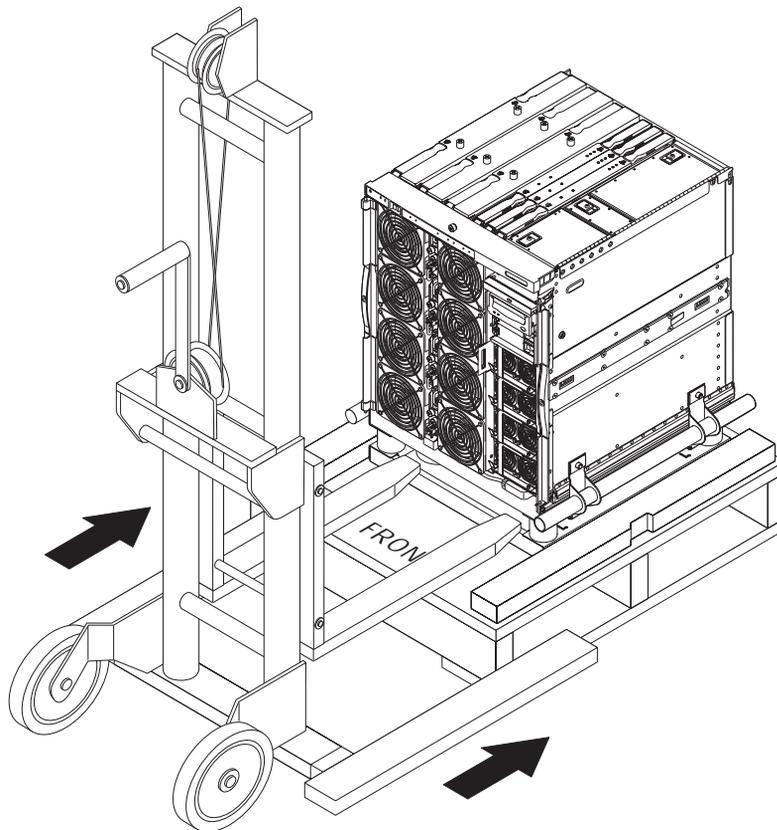

FIGURE 1-10 Introduction du dispositif de levage dans le socle
2. Introduisez entièrement les fourches du dispositif de levage dans l'ouverture du socle (voir FIGURE 1-10).